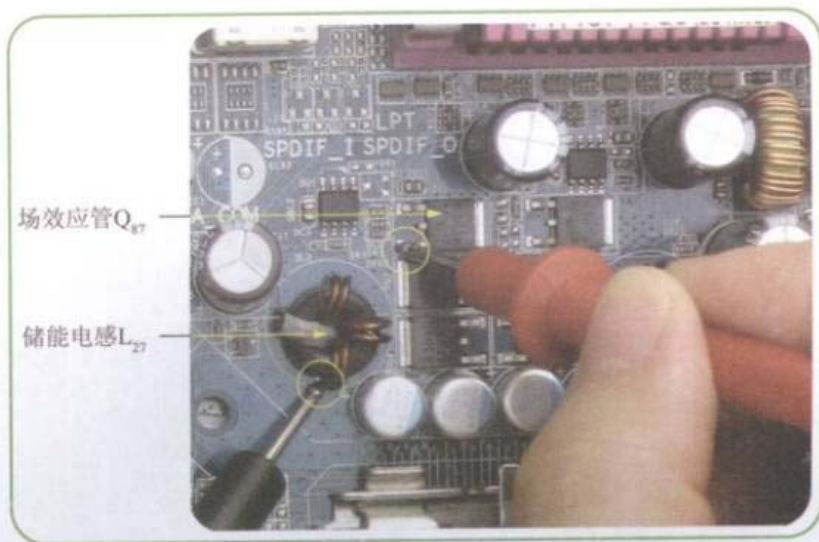

图8-55 测量高端门场效应管 $Q_{87}$ 的S极连接的储能电感
**Step 03** 测量高端门场效应管  $Q_{87}$  的S极连接的储能电感  $L_2$  的线路, 如图8-55所示。